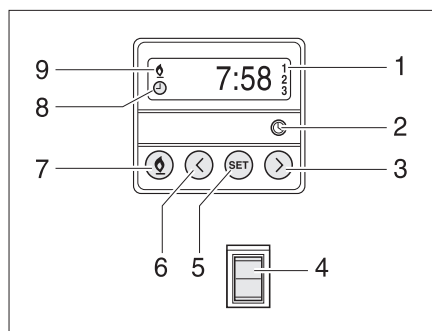

Fig. 188 Unité de commande pour le chauffage d'appoint
- Appuyer sur la touche (Fig. 188,7). Le mode chauffage est indiqué par le symbole (Fig. 188,9). Le ventilateur ne s'allume que quand la température de l'eau de refroidissement atteint 30 °C.
- Appuyer sur la touche (Fig. 188,7). Le symbole (Fig. 188,9) s'éteint.
- Appuyer sur le bas de l'interrupteur (Fig. 188,4). Le moteur est préchauffé. Le ventilateur est immédiatement allumé.
- Appuyer sur le haut de l'interrupteur (Fig. 188,4). Le moteur reste froid.
- Appuyer sur la touche (Fig. 188,2). Le menu réglage de l'heure est indiqué par le symbole (Fig. 188,8).
- Régler l'heure avec les touches (Fig. 188,3 et 6).
- Appuyer sur la touche (Fig. 188,5).
- Régler le temps de démarrage dans les 10 secondes qui suivent avec les touches (Fig. 188,3 et 6).
- Appuyer plusieurs fois sur la touche (Fig. 188,5) jusqu'à ce que le numéro de programme désiré (Fig. 188,1) apparaisse sur l'écran.